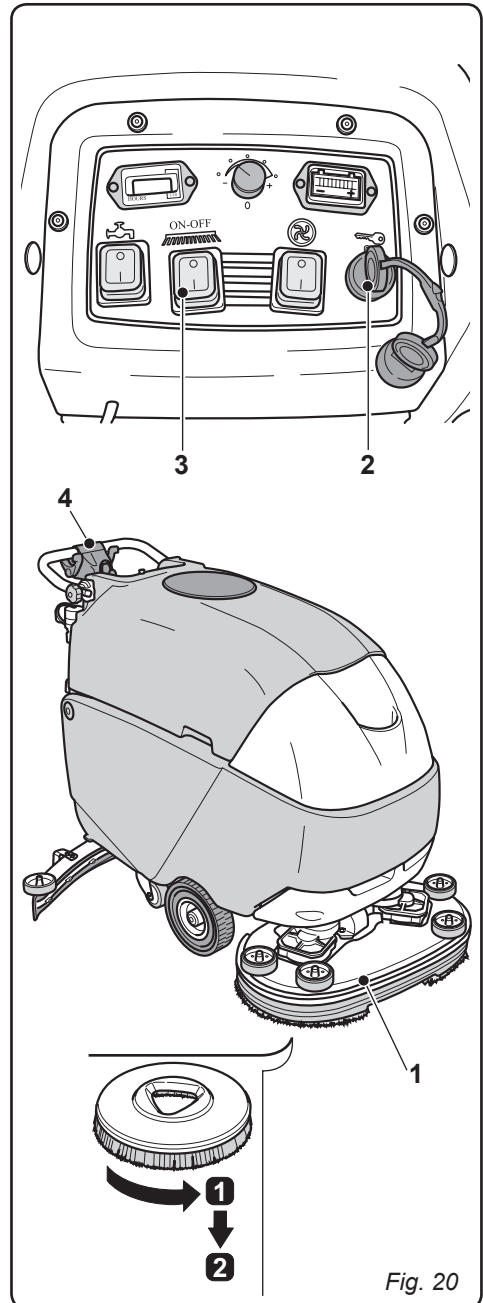

Fig. 20
10.1.e - Replacing the brush (Fig. 20)